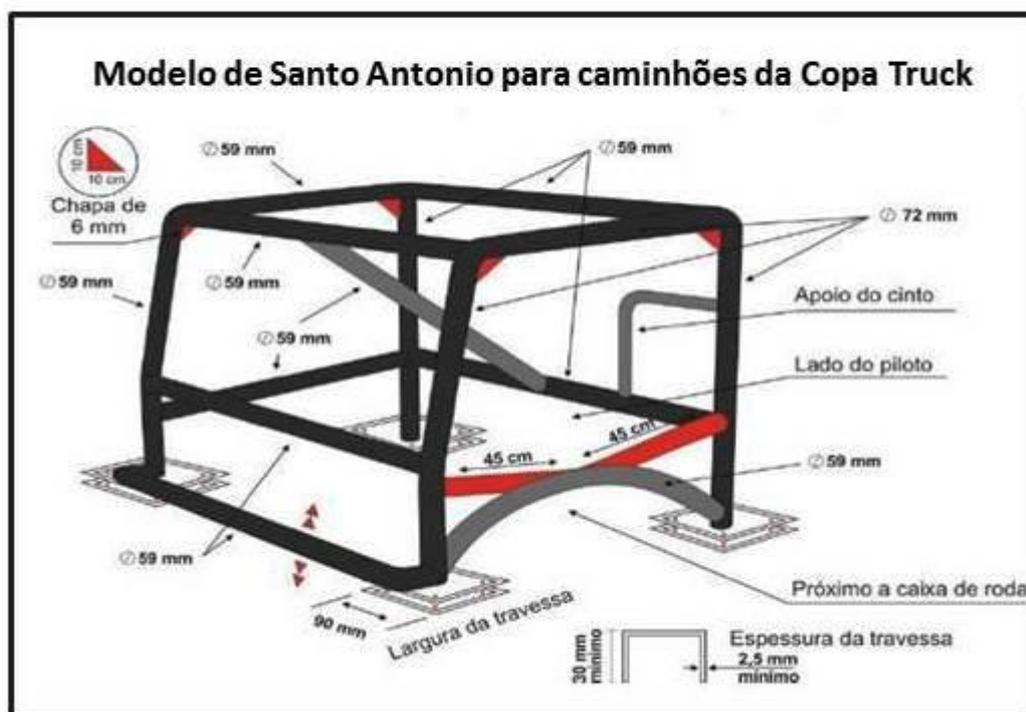

Figura 14
30.2 - O Santo Antônio deverá ser de tubo mecânico (aço sem costura) com as medidas mínimas de diâmetro, espessura e em conformidade com a Figura 14 e sua instalação deverá ser feita de acordo com as instruções.
30.7 - E obrigatório ter no Santo Antônio, entre as colunas dianteira e traseira, do lado do piloto, um arco no formato (envolvente) da caixa de roda do pneu dianteiro, conforme Figura 14.
30.8 - Obrigatório colocar um reforço tubular atrás do banco do piloto, com no mínimo 35 mm de diâmetro e espessura de no mínimo 3 mm, na altura dos furos do banco para passagem dos cintos (ombro do piloto), conforme Figura 14.